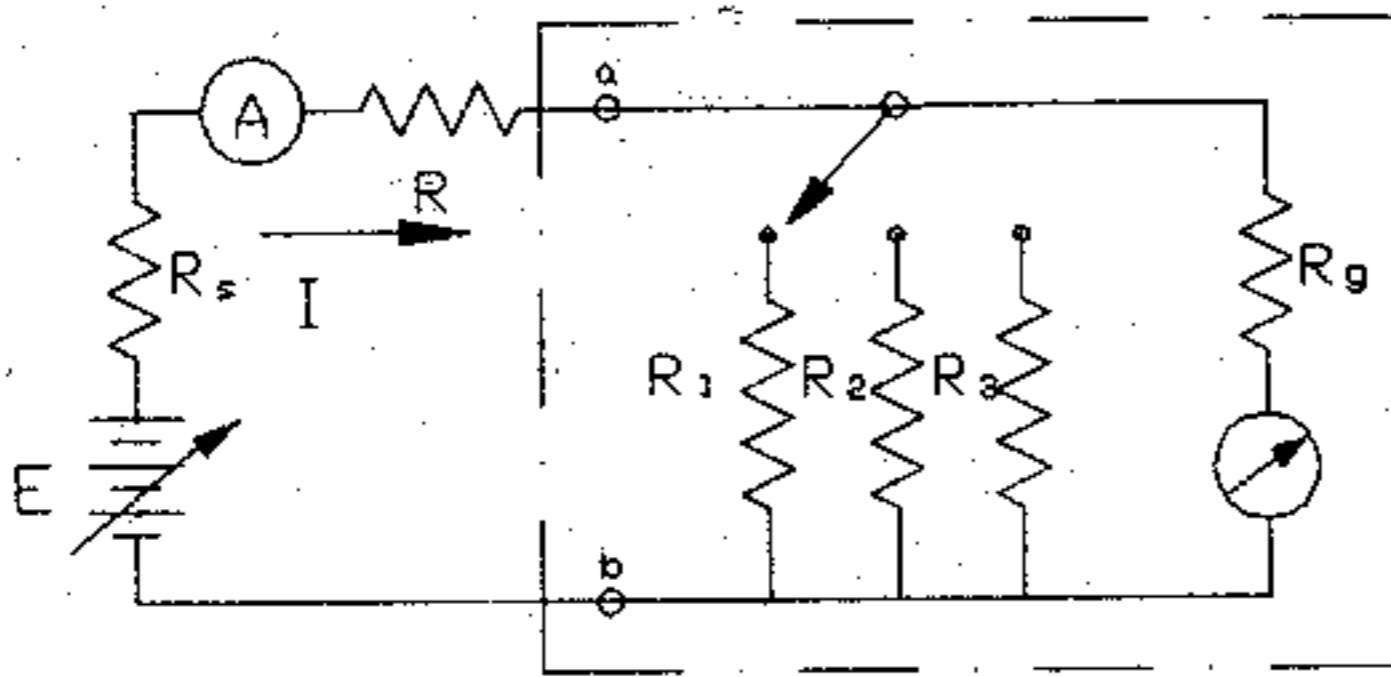

Figura 5
- a) Calcule los valores de R_1 , R_2 y R_3 con la expresión (5) para los rangos de medición de $I_1 = 20$ mA, $I_2 = 50$ mA y $I_3 = 100$ mA.
- Con los valores calculados, arme el circuito de la figura 5.